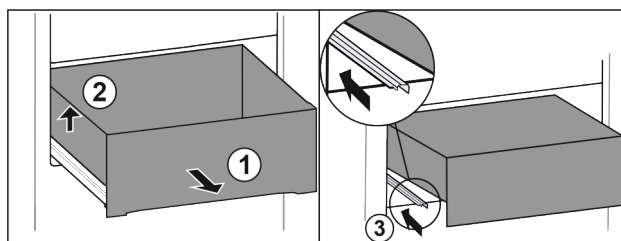

Fig. 21
► Extraiga el cajón hasta el tope. Fig. 21 (1)
► Levante el cajón por la izquierda. Fig. 21 (2)
► Retraiga la guía izquierda. Fig. 21 (3)